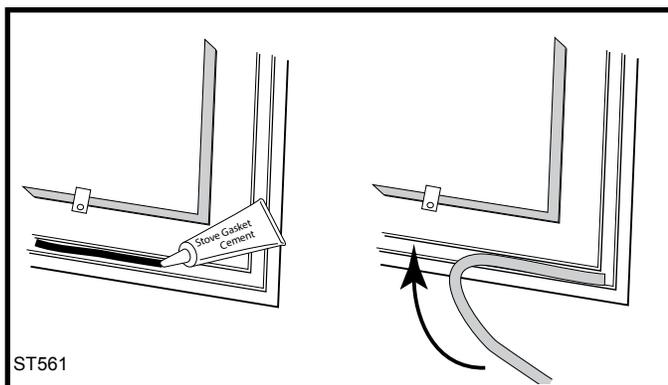

Fig. 46 Étendez un filet de colle à joint et pressez le joint en place.
2. Nettoyez la colle ou les morceaux de joint dans le profilé à l'aide d'une brosse métallique ou de la pointe d'un tournevis. Retirez les dépôts résistants de ciment avec un ciseau à froid, le cas échéant. (Fig. 46)
5. Répandez un filet continu de 3 mm (1/8 po) de colle à joint dans le profilé nouvellement nettoyé. (Fig. 46)
6. Commencez à une extrémité et pressez le joint dans le profilé. (Fig. 46). Constituez un bon joint à l'endroit où les extrémités se rejoignent avant de couper tout excès. Ne superposez pas les extrémités du joint et ne laissez pas des extrémité effilochées.